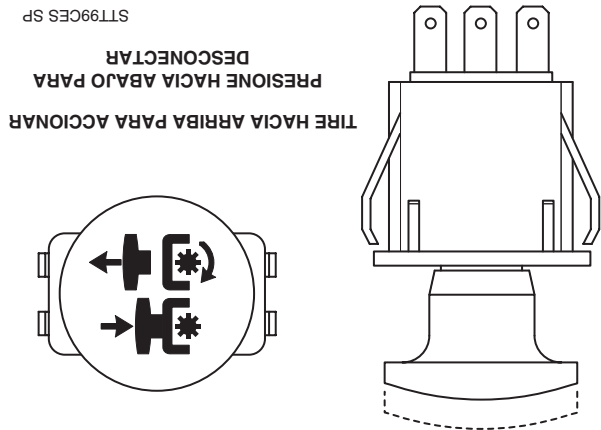

Figura 4-3 Interruptor de accionamiento de la plataforma de corte
2. Accione la transmisión de plataforma tirando del interruptor amarillo, ubicado en el panel de instrumentos, (Figura 4-3) a la posición accionada.